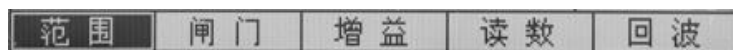

图 2.3 主菜单
- 1、按“基本”键进入到基本功能组主菜单，如图 2.3 所示，通过功能组键选择“范围”；